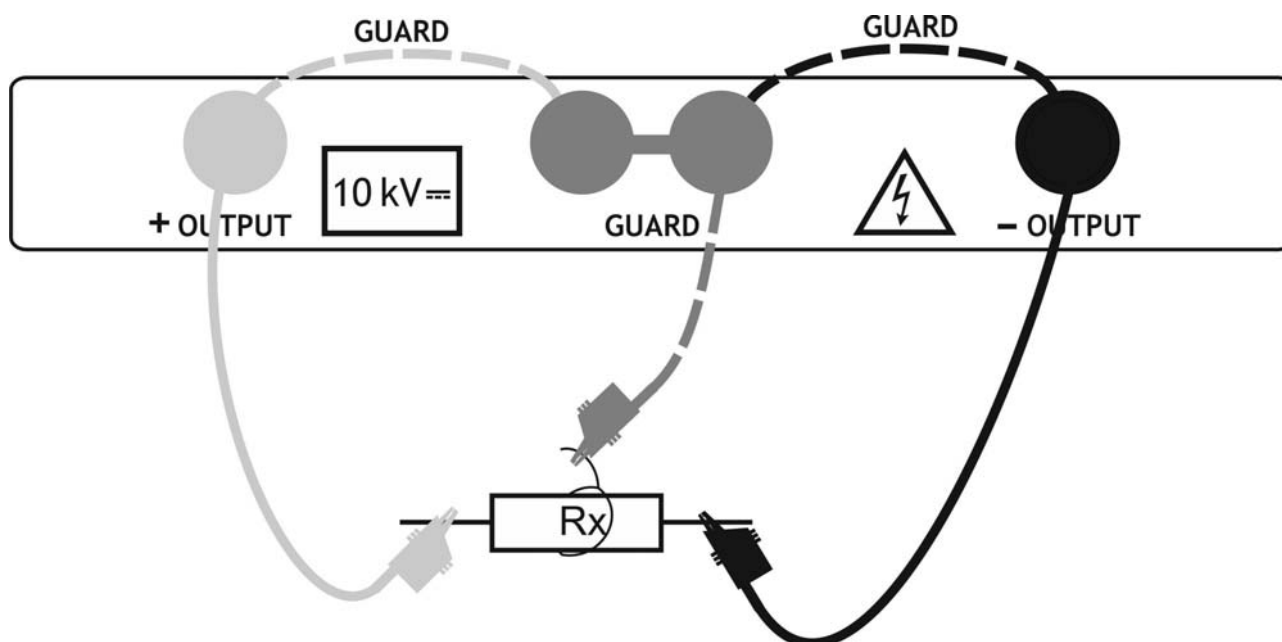

Fig. 33: Conexión del instrumento para las pruebas diagnósticas
3. Conecte la clavija roja del Terminal 1 o del Terminal 2 (ver § 4.2) en la entrada **+OUTPUT** y la clavija del cable negro de la Punta 2 (ver § 4.2) en la entrada **-OUTPUT**. En el caso de uso del terminal de GUARDA (ver § 6.2) conecte también los cables verdes de los terminales a los cocodrillos de entrada “GUARD” (ver Fig. 33)
4. Conecte la punta del Terminal 1 o del Terminal 2 (positivo) y el cable negro de los Terminales 2 (negativo) al objeto en prueba (ver Fig. 33)